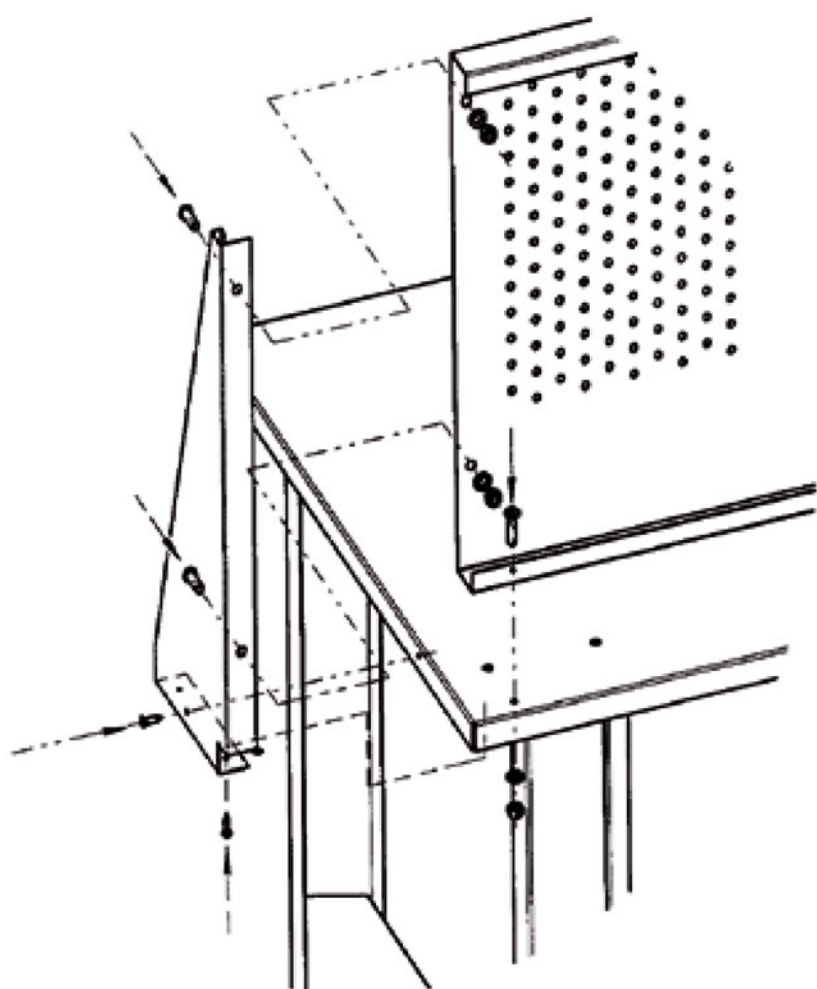

Рис. 8
5.Прикрепить к экрану защитному и торцевым частям столешницы кронштейн правый 7 и кронштейн левый 8 (винт 10, гайка 13, шайба 15, шуруп 16) (Рис.8). Для крепления кронштейнов к нижней части столешницы (шуруп 15) необходимо просверлить, через отверстия в кронштейнах, в нижней и торцевых частях столешницы отверстия диаметром 5 мм.